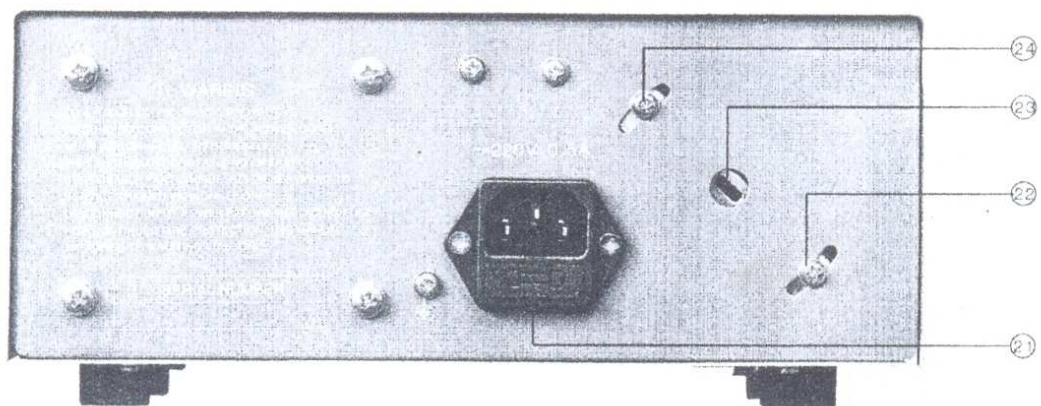

Figura 3-4 Panel posterior del modelo horizontal
3.1.4 Figura 3-4: Controles en el panel posterior del osciloscopio horizontal.